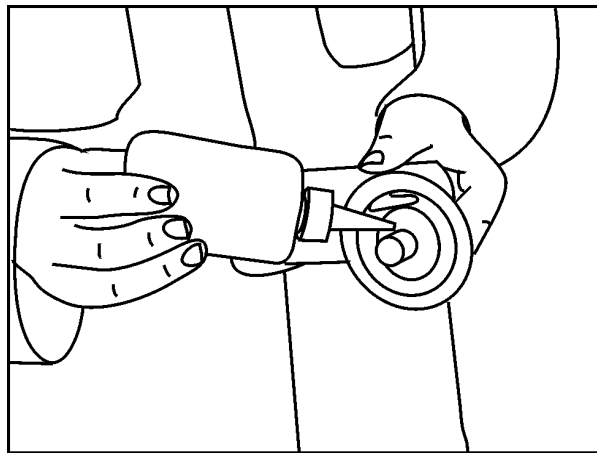

FIG 16
13. Aplique loctite nº 241 na rosca do cabeçote do filtro, **Fig. 16.**